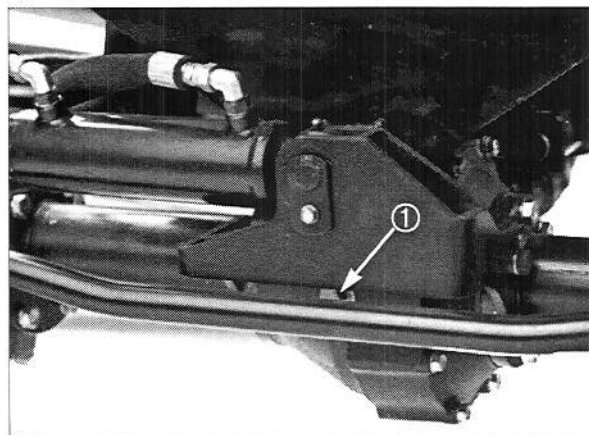

Figure 8
1. Obturateurs de contrôle (2)
3. Déposer l'obturateur au centre de l'essieu et contrôler le niveau. Le rectifier s'il est bas jusqu'à ce que l'huile atteigne la base de l'orifice (Fig. 8).